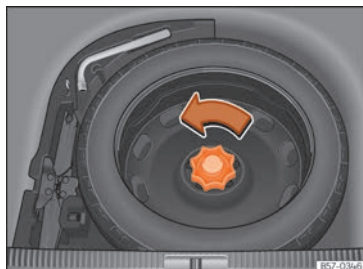

Abb. 217 Im Gepäckraum: hochgeklappter Ladeboden
- Drehen Sie das Rädchen entgegen dem Uhrzeigersinn ►► (Abb. 217).